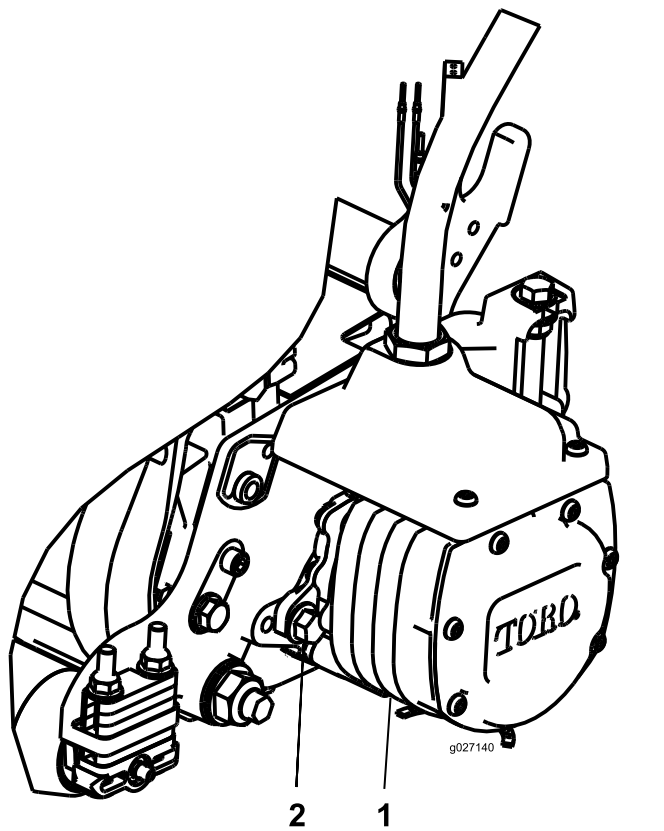

Figura 11
14. Instale el motor girándolo en el sentido de las agujas del reloj de modo que las bridas del motor no choquen con los pernos (Figura 11).